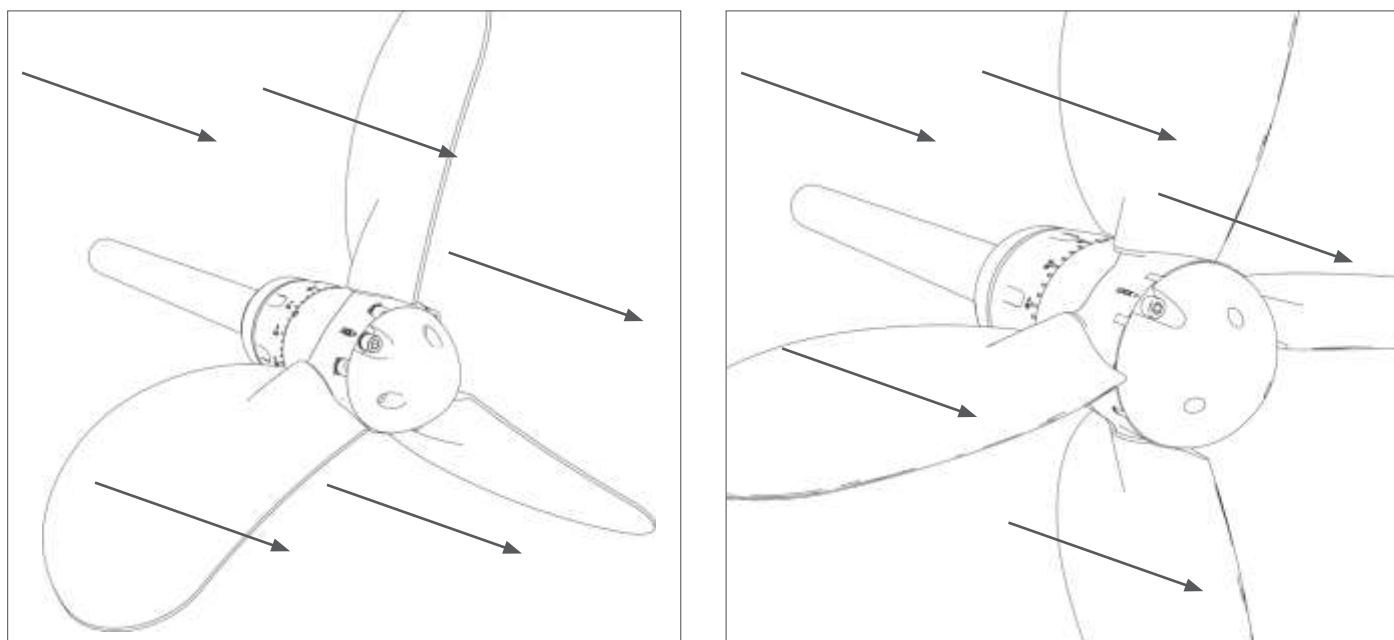

FIG. 28 Flusso dell'acqua
- Le pale si disporranno a questo punto automaticamente a bandiera offrendo la minima resistenza all'avanzamento (**Fig. 28**).